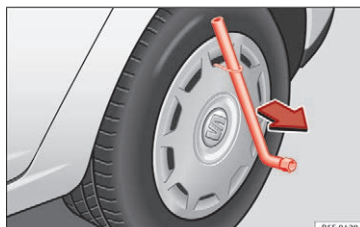

Fig. 69 Afmontering af hjulkapsel fra hjul
- Træk hjulkapslen af med afmonteringsbøjlen » **Fig. 69**.